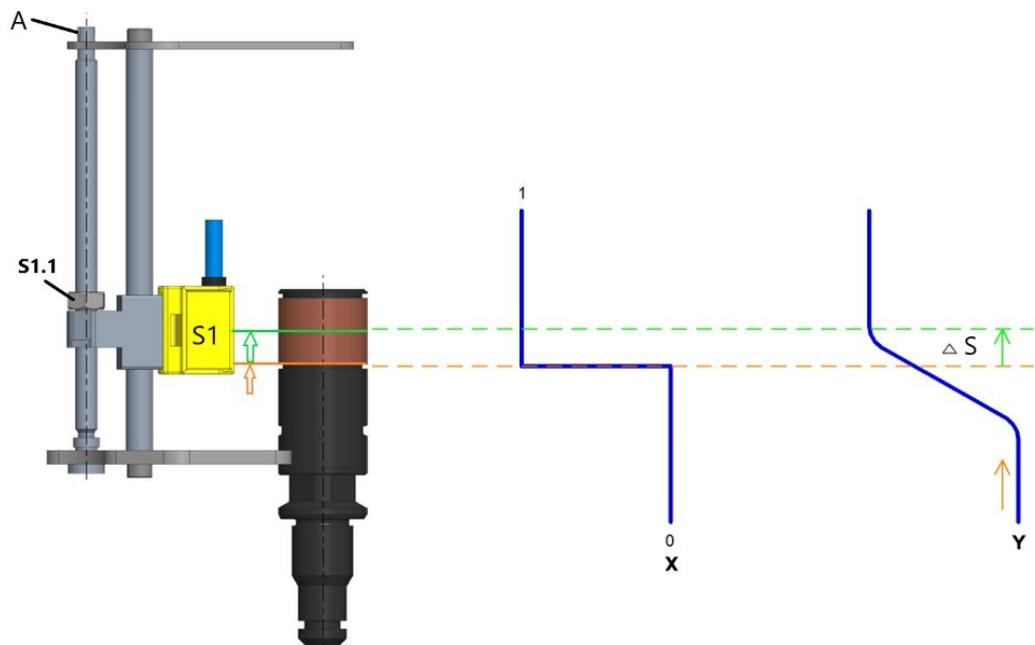

Abb.40: X = Signalkurve Sensor / Y = Stromverlaufskurve (LED Helligkeit)
3. Den Sensor S2 durch Rechtsdrehung (mit Uhrzeigersinn) in den Erfassungsbereich (3) des Targets bewegen, bis die gelbe LED B leicht anfängt zu leuchten (in Abb. 40 orange Linie).
4. Zur Einstellung der Toleranz je nach Ventiltyp ab Beginn der LED-Anleuchtung B die notwendige Spindelumdrehung durch Rechtsdrehung (mit Uhrzeigersinn) gem. Tabelle 1 ergänzen (in Abb. 40 grüne Linie).